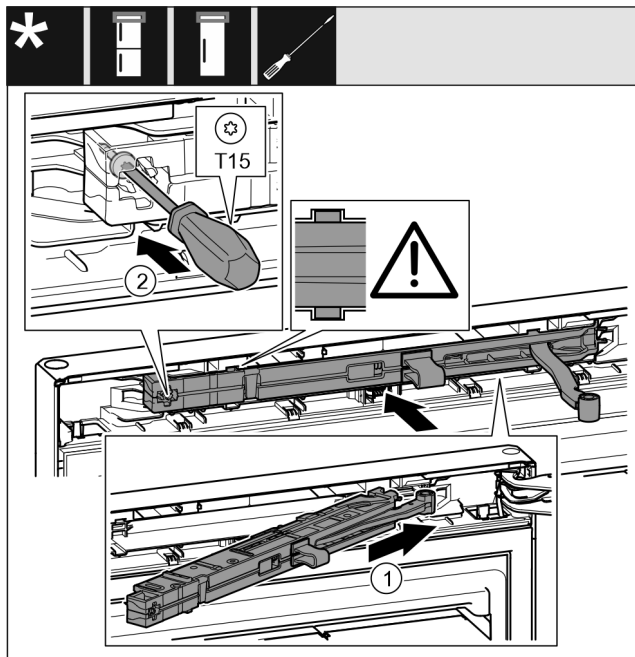

Fig. 29
- ▶ Tolja be ferden, ütközésig a záráscsillapító egységet Fig. 29 (1) a mélyedésbe a csapágybak felőli oldalon.
- ▶ Húzza meg a csavart Fig. 29 (2) csavarhúzóval.